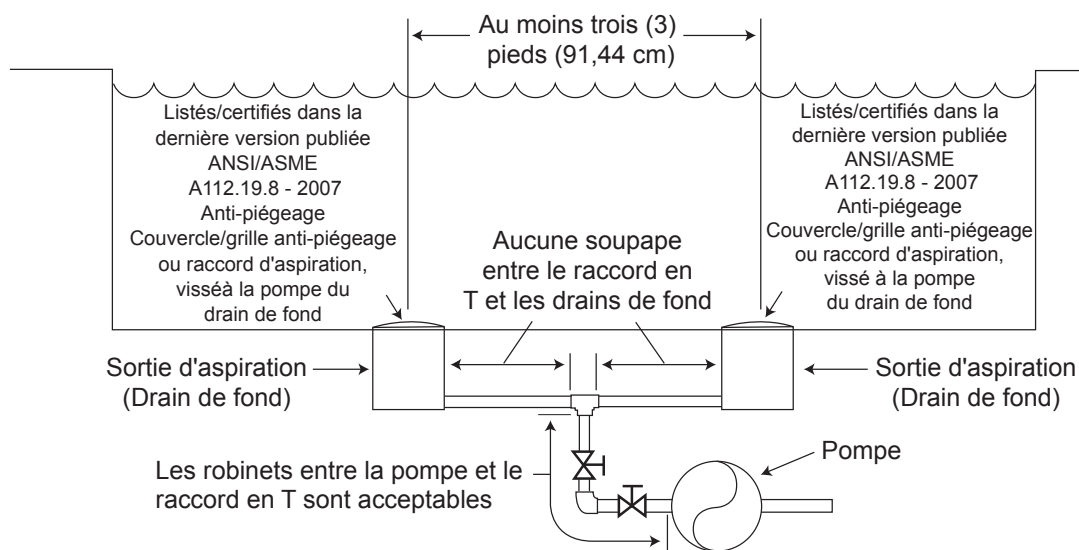

Figure 1. Nombre de sorties d'aspiration par pompe
Nombre de sorties d'aspiration par pompe — Fournir au moins deux (2) drains de fond hydrauliquement équilibrés, avec couvercles, en guise de sorties d'aspiration pour chaque conduite d'aspiration de pompe de circulation. Les centres des drains de fond (sorties d'aspiration) sur toute conduite d'aspiration doivent être éloignés d'au moins un (1) mètre (3 pi) l'un de l'autre, entr'axe. Voir la Figure 1.
Le système doit être conçu pour comprendre au moins deux sorties d'aspiration (drains) connectées à la pompe chaque fois que la pompe fonctionne. Cependant, si deux (2) drains de fond aboutissent à une seule conduite d'aspiration, cette dernière peut être équipée d'un robinet qui coupera les deux drains de fond de la pompe. Le système doit être conçu de manière à ne pas permettre une fermeture ou un isolement distinct ou indépendant de chaque drain. Voir la Figure 1.